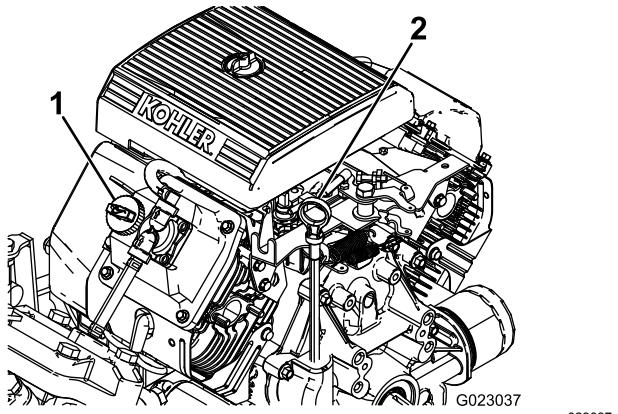

Figure 11
2. Retirez la jauge et essuyez-la sur un chiffon propre (Figure 11).
4. Si le niveau d'huile est trop bas, retirez le bouchon de remplissage du couvre-culasse (Figure 11) et versez la quantité d'huile nécessaire dans l'orifice pour amener le niveau au repère MAXIMUM sur la jauge ; voir Vidange de l'huile moteur et remplacement du filtre à huile \(page 49\) pour connaître le type d'huile et la viscosité qui conviennent.